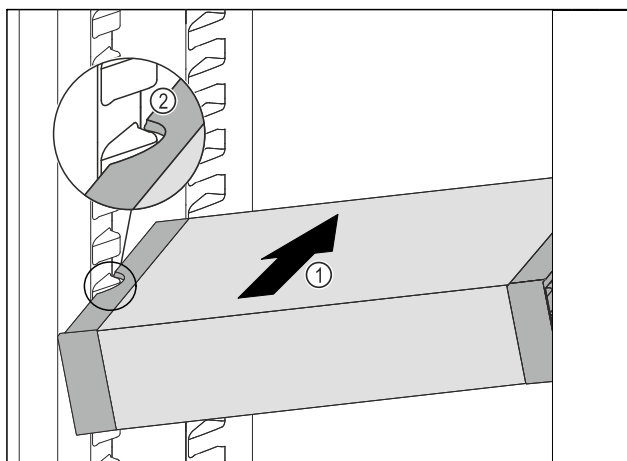

Fig. 98
- ▶ VarioSafe wsunąć ukośnie do chłodziarki Fig. 98 (1), aż boczne wycięcia Fig. 98 (2) VarioSafe będą się znajdować na wysokości żeber pojemnika w chłodziarce.